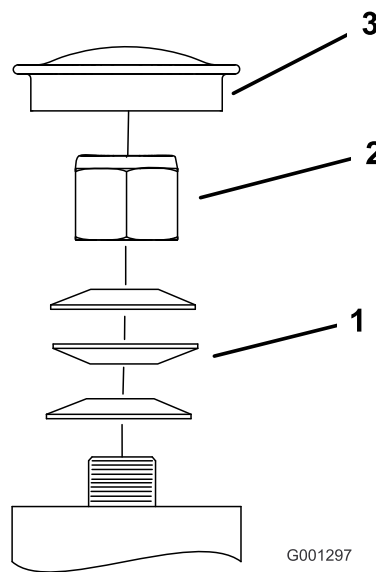

Figure 49
3. Retirez le capuchon anti-poussière de la roue pivotante et serrez le contre-écrou (Figure 49).
4. Continuez de le serrer jusqu'à ce que les rondelles élastiques soient aplaties, puis desserrez-le de 1/4 de tour pour obtenir la précharge correcte des roulements (Figure 49).
**Important: Veillez à placer les rondelles comme illustré (Figure 49).**
5. Remettez le capuchon anti-poussière en place (Figure 49).